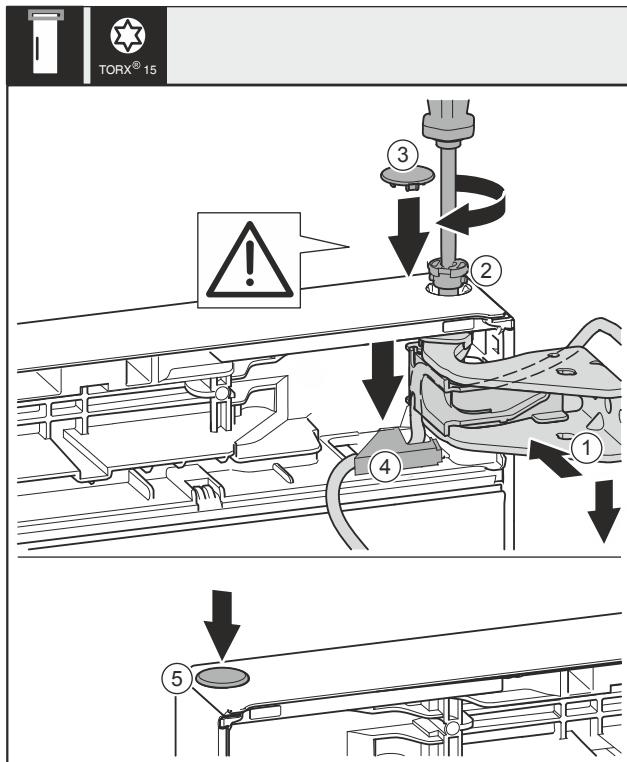

Fig. 44
- ▶ Alinee la puerta en la parte superior con el orificio en el soporte del cojinete Fig. 44 (1).
- ▶ Inserte el perno Fig. 44 (2) y apriételo con un destornillador.
- ▶ Monte la cubierta de seguridad para asegurar la puerta: Introduzca la cubierta de seguridad Fig. 44 (3) y compruebe que se apoya en la puerta. De lo contrario, inserte los pernos completamente.
- ▶ Inserte la cubierta Fig. 44 (4) y presiónela hacia abajo hasta que encaje en su sitio.
- ▶ Inserte el tapón Fig. 44 (5).